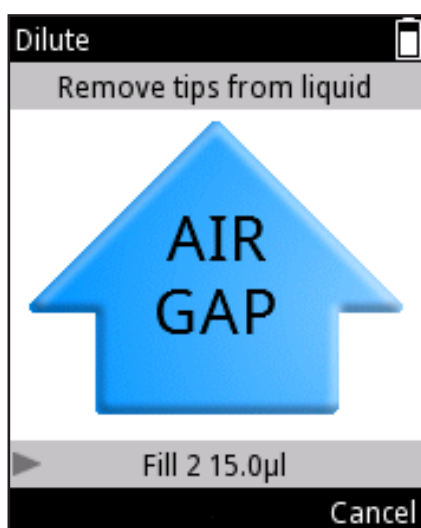

図 D26
4. 液体から先端を離します。ディスプレイに「Air gap(エアギャップ)」と表示されます (図 D26)。